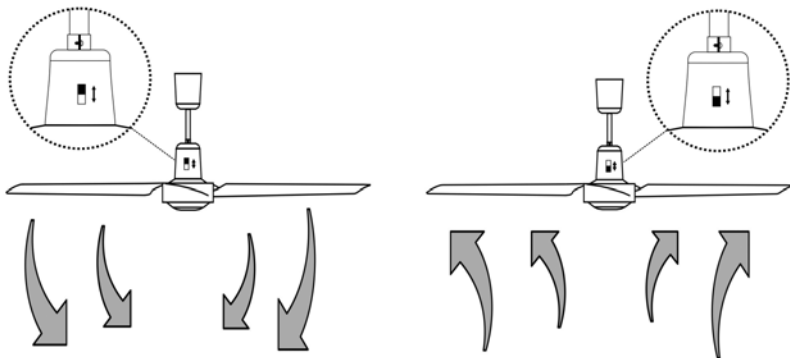

Fig. 8
- Направление потока воздуха можно поменять при помощи переключателя на вентиляторе **(Fig.8)**.